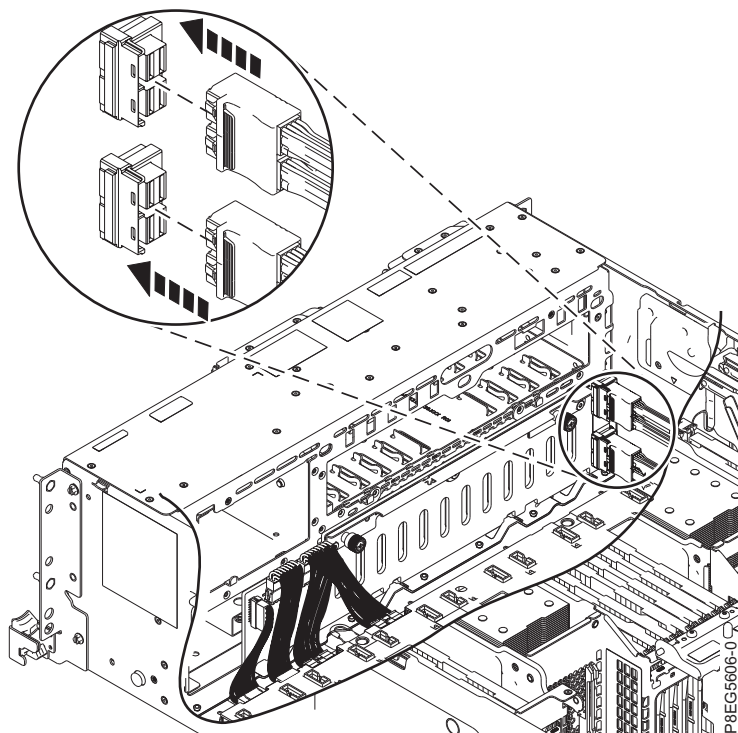

Figure 8. Reconnexion des câbles SAS avant
- Reconnectez les câbles SAS avant au fond de panier d'unité de disque, comme indiqué dans la figure 8. Appuyez sur les connecteurs jusqu'à ce que vous entendiez un clic. Placez les câbles contre la partie latérale du châssis.